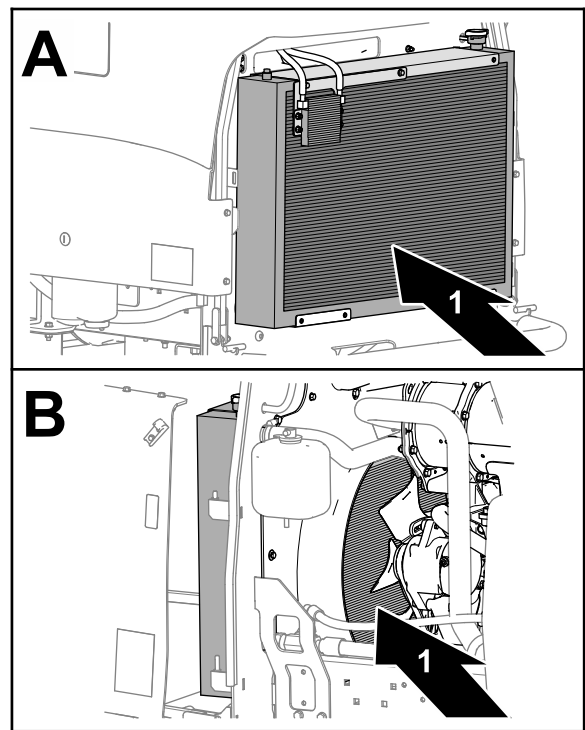

Figura 70
7. Limpie a fondo ambos lados del radiador y del enfriador de aceite con aire comprimido (Figura 70).